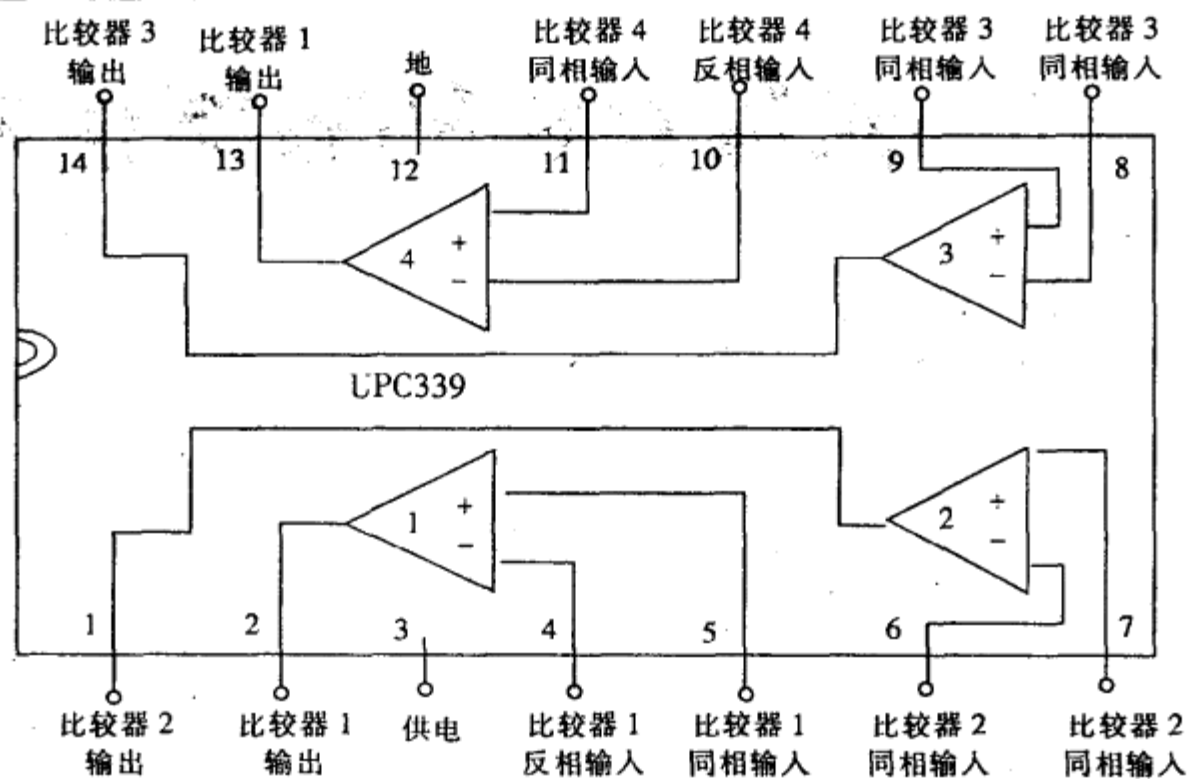

图 3
行同步电路由电容C3021、C3020和C3019对行输出进行分压取样,经过由电阻R3030、R3056和电容C3025、C3056组成的网络,送到比较放大器IC3001第⑤脚(比较放大器IC3001是UPC339,其内部原理框图如图3所示。)行同步取样由比较放大器IC3001内部的“比较放大器1”比较放大,从IC3001第②脚输出HD。